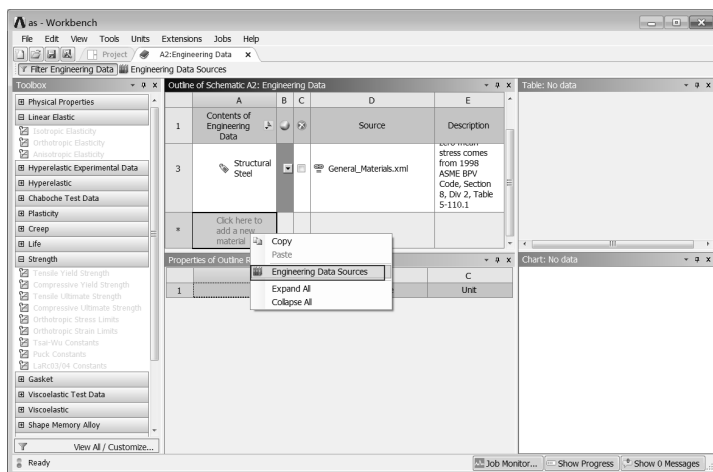

图 5-120 材料参数设置界面 2
Step4: 在界面的空白处单击鼠标右键, 在弹出的快捷菜单中选择 Engineering Data Sources (工程数据源) 命令, 此时的界面会变为如图 5-120 所示的界面。原界面窗口中的 Outline of Schematic A2: Engineering Data 消失, 被 Engineering Data Sources 及 Outline of General Materials 取代。